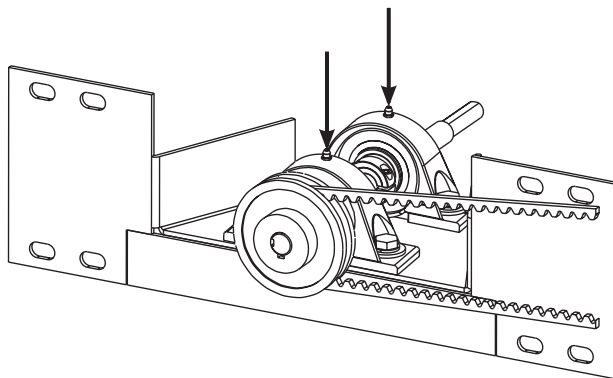

Figura 4-43.
Engrase los dos (2) rodamientos principales del eje del ventilador calefactor (Figura 4-43), empleando una grasa especial (grasa para alta temperatura con base de litio MM P/ N 17110-0015) UNICAME ES NECESARIO UNA PULSACIÓN de la pistola de grasa en cada rodamiento.